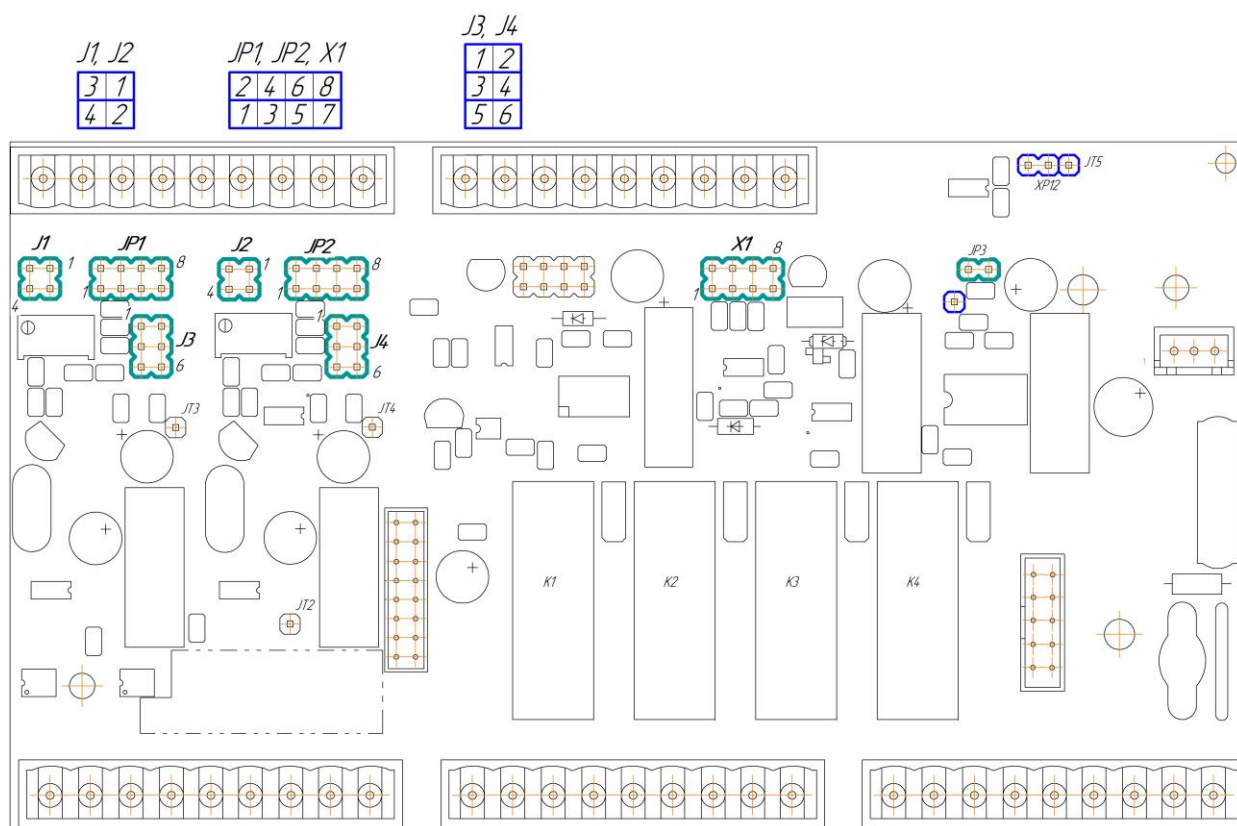

Рисунок 4.5 – Положение перемычек на модуле универсальных входов (корпус индикатора снят)
- установить положение переключателей на модуле универсальных входов в положение согласно выбранному типу входного сигнала (таблица 4.2, рисунок 4.5).
Диапазон изменения выходного аналогового сигнала АО устанавливается перемычками X1 (см. рисунок 4.5) на модуле универсальных входов/выходов. Типы выходного сигнала и соответствующие положения перемычек приведены в таблице 4.3.
Калибровка индикатора производится после подготовки - установления соответствующих перемычек на плате процессора (см. табл. 4.2, рис. 4.5) и конфигурации параметров 1.03-1.07 (2.03-2.07).